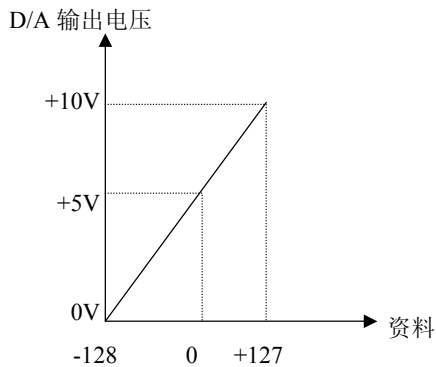

图 1
- ① 除速度和负载的输出以外的其它输出数据与 D/A 输出的关系如下面的图 1 所示。
如果参数 SP255 (SP256) 设定为 256 (倍率 1)，从图 1 所得到的 D/A 输出电压将如下式所示，超过 D/A 输出的最大电压值。
如果参数 SP255 (SP256) 设定为 256 (倍率 1), 从图 1 所得到的 D/A 输出电压将如下式所示, 超过 D/A 输出的最大电压值。
如果参数 SP255 (SP256) 设定为 256 (倍率 1), 从图 1 所得到的 D/A 输出电压将如下式所示, 数据可得以验证。